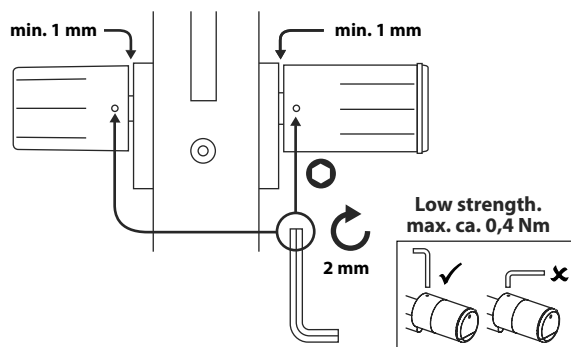

Fig. 6
- ⑥ Révissez les goujons filetés dans les deux boutons (Fig. 6).